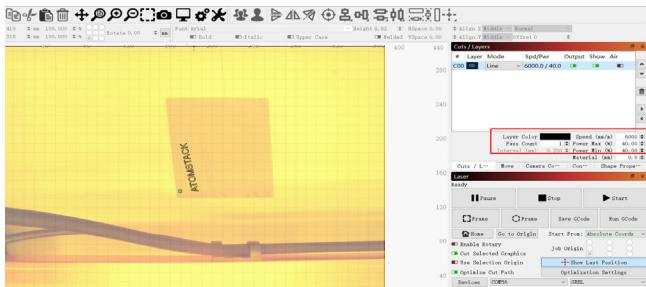

Figura 1
3.4.1 Posizionare il materiale per l'incisione o il taglio sul cartone e fissare la messa a fuoco. Seleziona "Coord assolute" -> "Home" per le coordinate e fai clic su "Aggiorna sovrapposizione".(Figura 1 sopra)